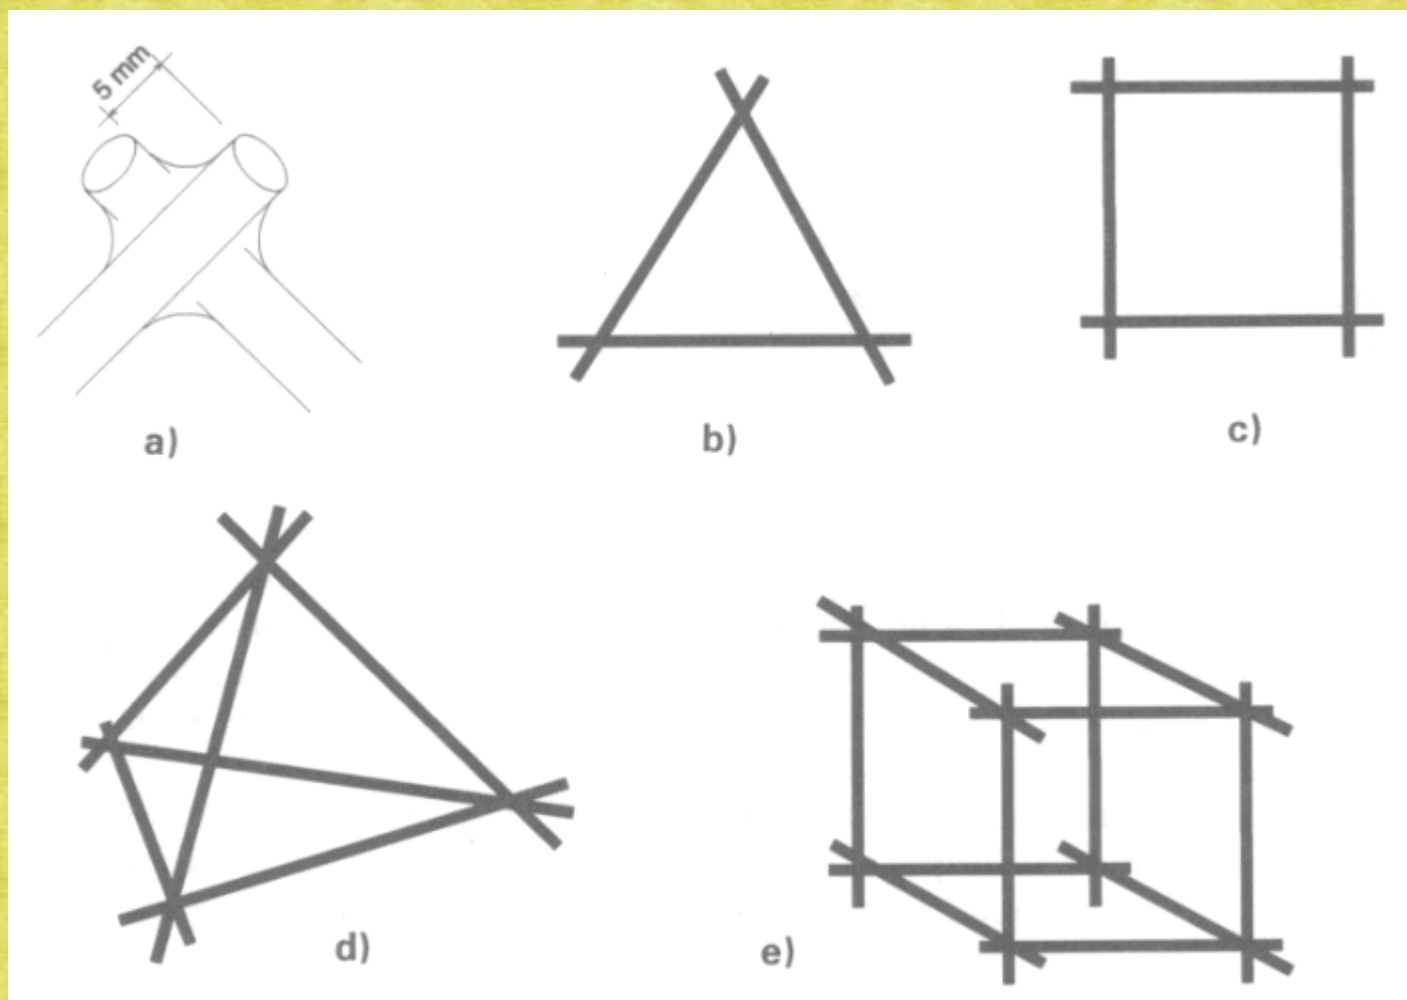

Figura 6.4
En esta práctica se realizarán unas figuras geométricas con hilo de cobre de 1,5 mm desnudo y sin barnizar. Se soldarán los vértices según muestra la figura 6.4.a y los lados de las figuras se mostrarán perfectamente rectos.
3. Disponer los tres fragmentos en forma de triángulo equilátero (Figura 6.4.b), soldando los vértices de manera que sobresalgan 6 mm de hilo, como se muestra en la figura 6.4.a).
6. Tomar otra pieza de hilo de cobre y, junto con las procedentes de la figura anterior, formar un cuadrado (Figura 6.4.c).
10. Tomar dos piezas más de cobre y realizar un tetraedro (Figura 6.4.d)
12. Si resultaran correctas, desoldar completamente la figura, repitiendo el proceso para poder realizar un cubo (Figura 6.4.e).